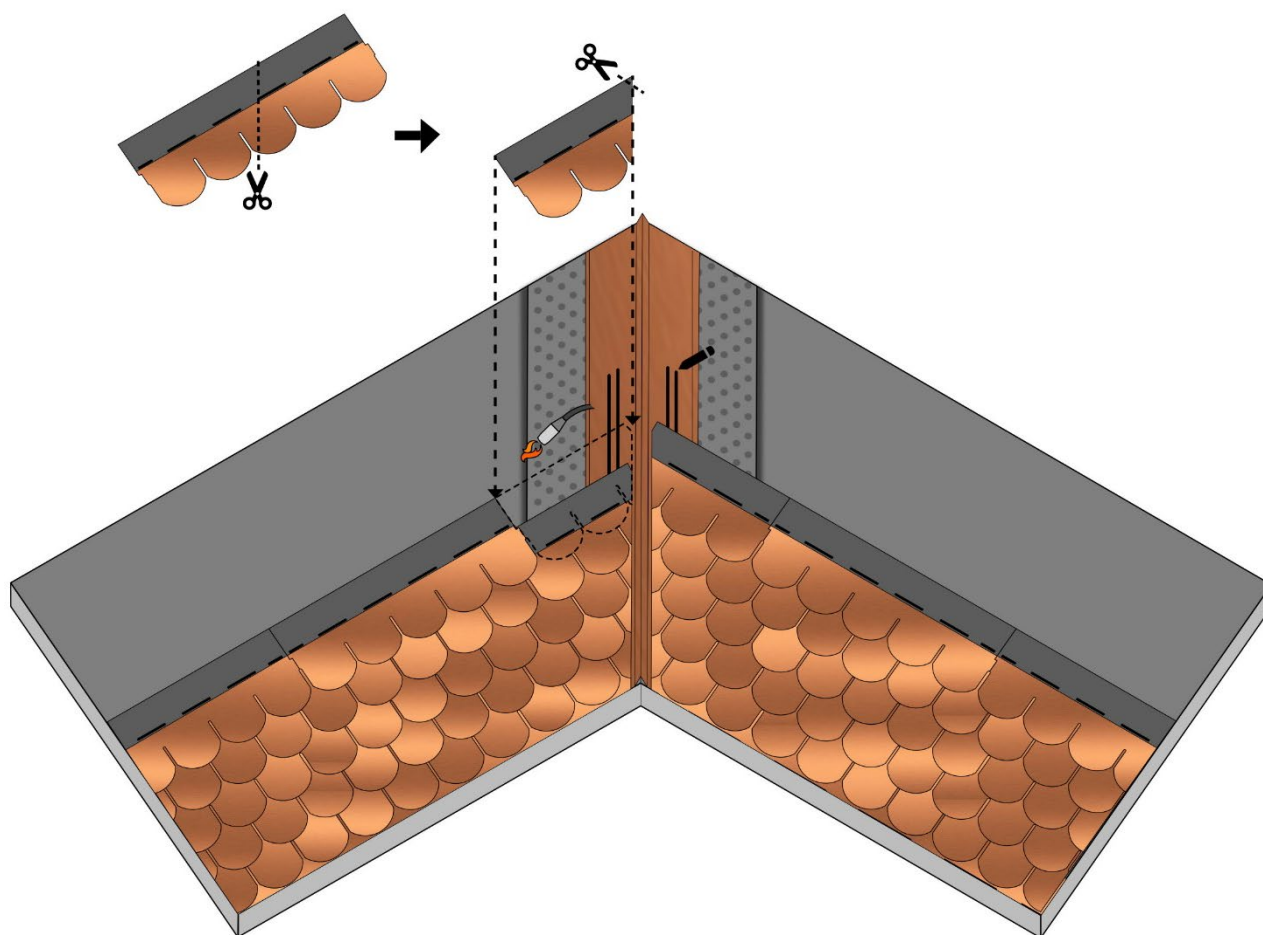

Fig. 20 - *Installazione a fiamma delle tegole sul compluvio*
- Posare quindi la fila di partenza e le tegole della prima falda, fino alla linea di compluvio, tagliandole a 3 cm e parallelamente alla linea di compluvio. Fissare le tegole e la fila di partenza alla membrana bituminosa (ove presente) attraverso la fiamma del cannello e con del Bitustick, posato in due righe parallele, sopra al compluvio metallico, Fig. 20.
- Ripetere la stessa procedura anche per la seconda falda. Alla fine, dovrà risultare un canale tra le tegole, sul compluvio metallico, dove l'acqua scorrerà in via preferenziale, Fig. 20.
- È consigliabile inoltre tagliare trasversalmente lo spigolo superiore della tegola al compluvio, in modo da convogliare l'acqua discendente lungo l'asse del compluvio, Fig. 20.